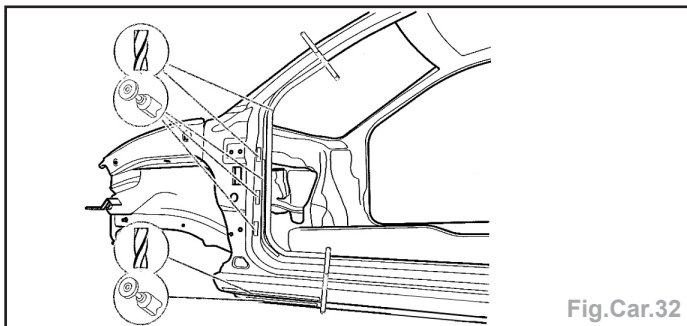

Fig.Car.32
- Fraiser et meuler les points de soudures électrique (Fig.Car.32).